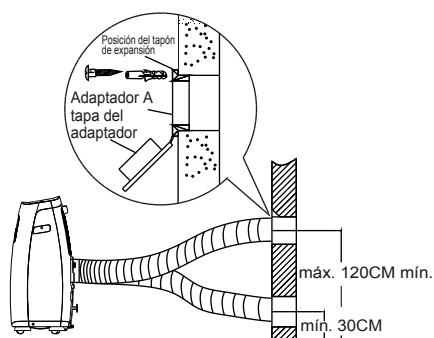

Imagen 18
1. Prepare un orificio en la pared. Instale la salida del adaptador A en la pared (exterior) utilizando 4 tapones de expansión y tornillos para madera, deben estar asegurados. (Consulte Imagen 18)